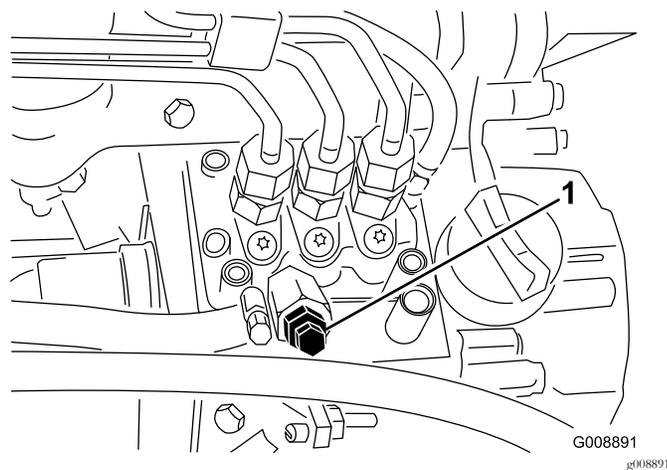

Рисунок 43
4. Выверните продувочный винт насоса для впрыска топлива (Рисунок 43).